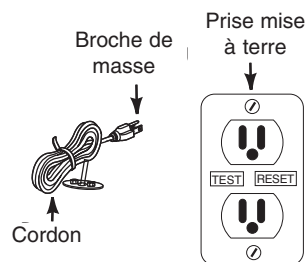

Figure 1
- La pompe doit être branchée dans une prise qui inclut un disjoncteur différentiel (DD) (Figure 1).
9. Insérez la prise du cordon de la pompe directement dans une prise à la terre de 115 volts protégée par un disjoncteur différentiel (DD) (Figure 1).